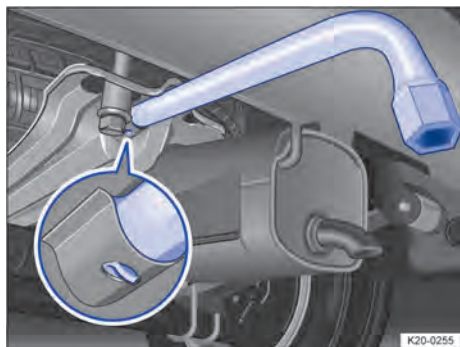

Fig. 210 Sous le véhicule : support de roue de secours avec clé démonte-roue enfilée
3. Insérez la clé démonte-roue dans son support → fig. 210.
Veillez à ce que le crochet de la clé démonte-roue s'engage dans le trou du support → fig. 210 (agrandissement). Une fois accrochée, la clé démonte-roue ne doit pas pouvoir être retirée par l'arrière.
2. Insérez la clé démonte-roue dans son support → fig. 210.